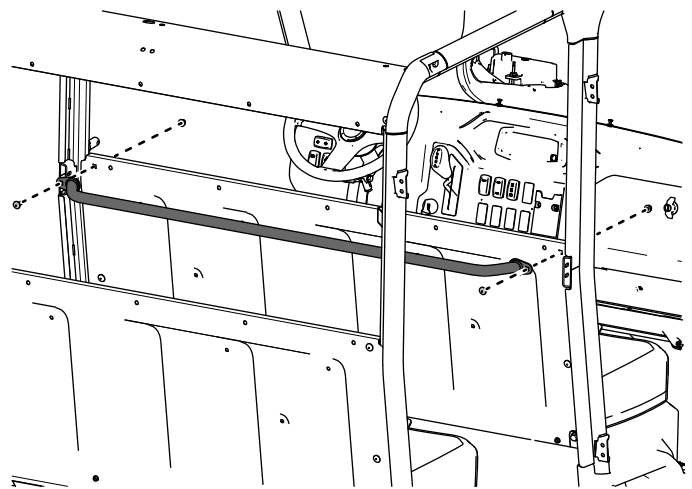

Figura 48
21. Fissate senza serrare il gruppo maniglia sedile posteriore al pannello sedili mediano utilizzando 2 bulloni a testa tonda ($\frac{5}{16}$ x $\frac{3}{4}$ ") e 2 dadi di bloccaggio ($\frac{5}{16}$ "), come illustrato nella Figura 48.